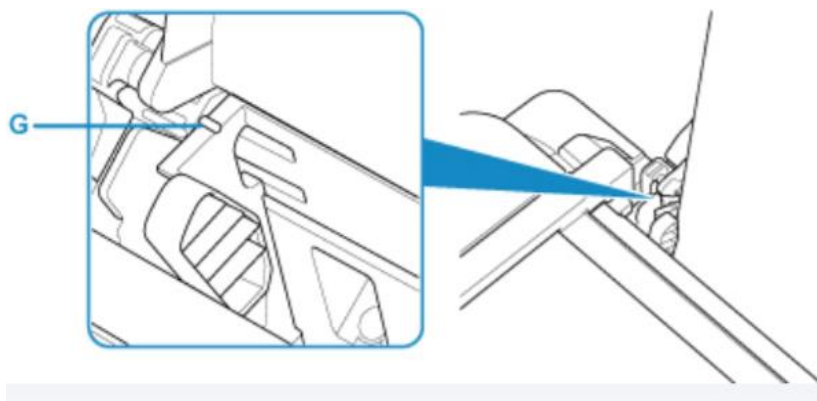

Рисунок 2.5 – Позначка максимального завантаження паперу
Обсяг паперу, що завантажується, не повинен перевищувати позначку максимального завантаження (G) (див. рис. 2.5).